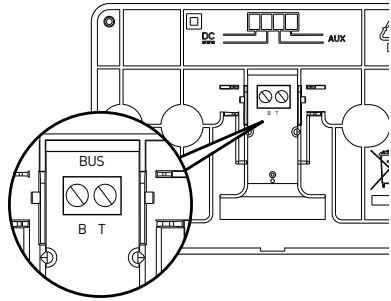

fig. 1
- abrir los orificios necesarios para la fijación (fig.1),